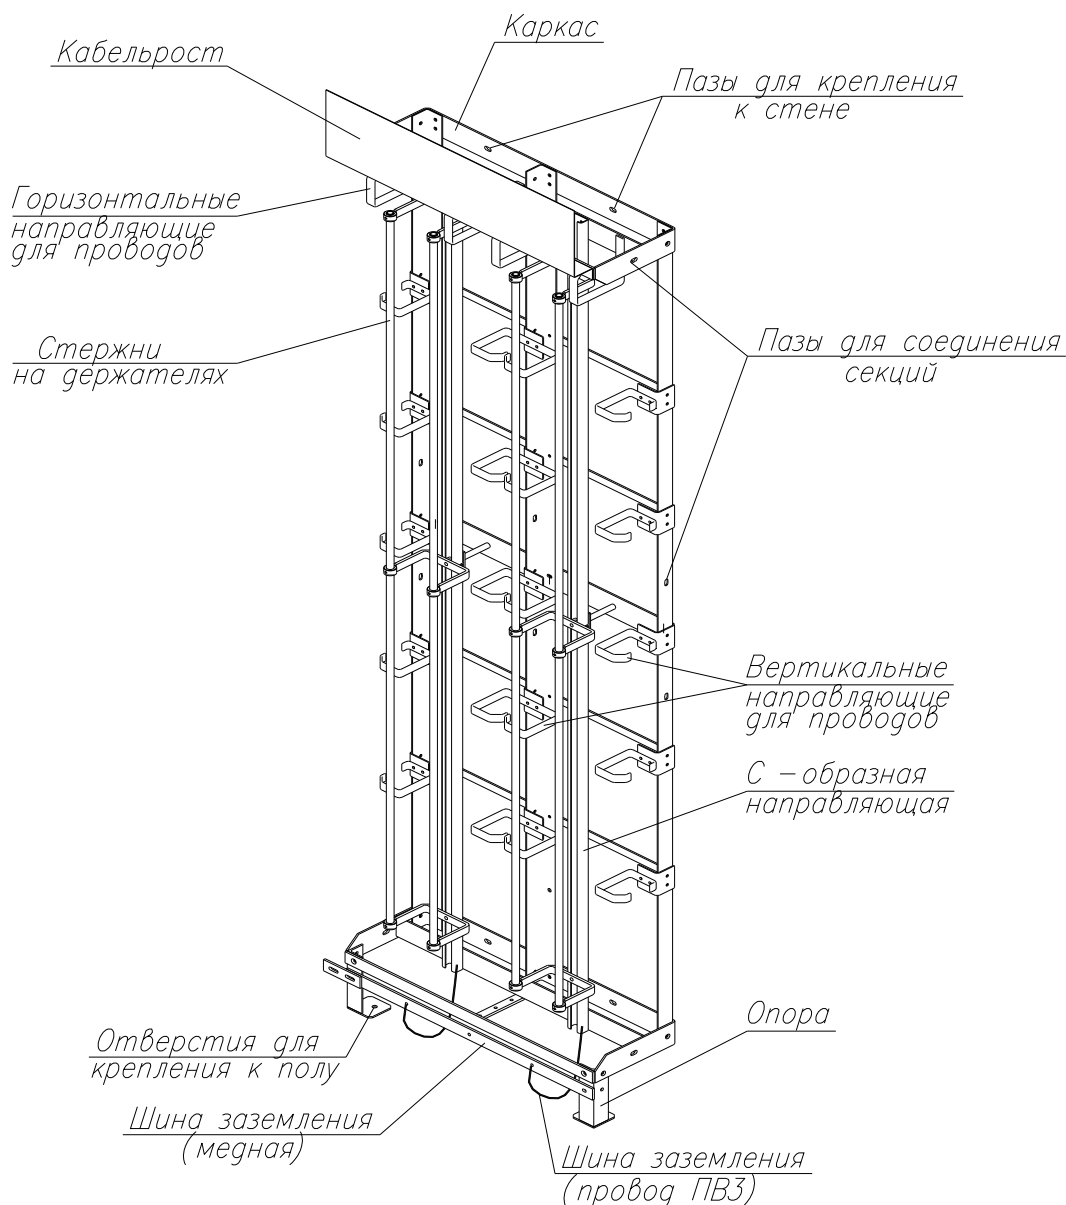

Рис. 1
4.1. Сборка базовых секций кросса производится в соответствии с рис. 1 в следующей последовательности: